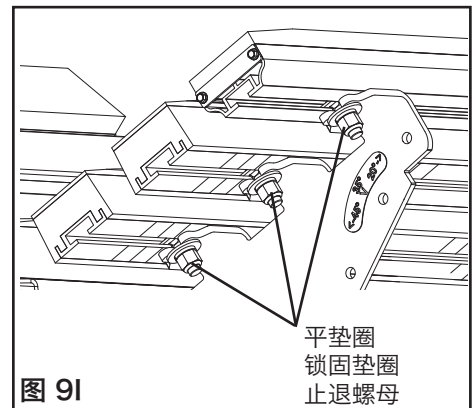

图 9I
**9I. 紧固所有缓冲杆。**所有缓冲杆都正确放置在弹翼组上，在每个螺柱上安装平垫圈、锁固垫圈和带有尼龙止退垫的止退螺母（图 9I）。拧紧到 135N·m 的力矩。